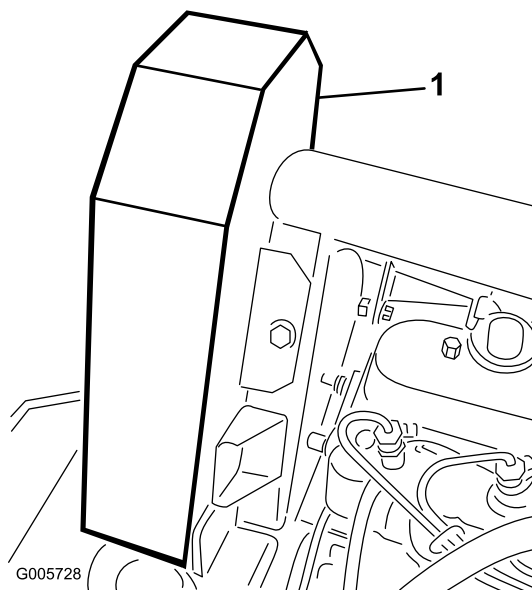

Bild 66
2. Nehmen Sie die (5) Kopfschrauben ab, mit denen der Ventilatortriebriemenschutz befestigt ist, und nehmen Sie den Schutz ab (Bild 66).
5. Montieren Sie den Ventilatortriebriemenschutz und befestigen Sie ihn mit Kopfschrauben (Bild 66). Schließen und verriegeln Sie die Haube.
4. Montieren Sie den Ventilatortriebriemenschutz und befestigen Sie ihn mit Kopfschrauben (Bild 66). Schließen und verriegeln Sie die Haube.